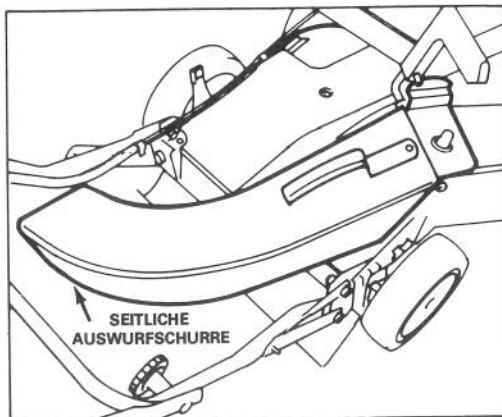

Bild 5
**SEITAUSWURF** — Schnittgut mit dem als Zubehör erhältlichen, rückwärtig montierten Seitenauswurf, der sich in Sekundenschnelle anbringen läßt, entfernen. Die Gestaltung ermöglicht Trimmen auf beiden Seiten (Bild 5).